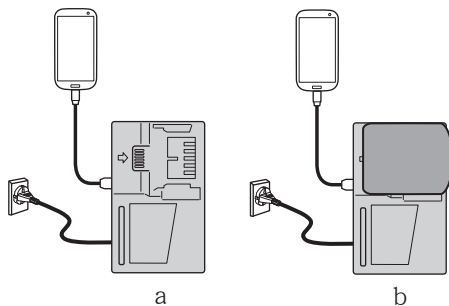

图 15
- 将 USB 设备插入插座进行充电（图 15-a）。
- 将 USB 设备和电池插入插座进行充电。（图 15-b）